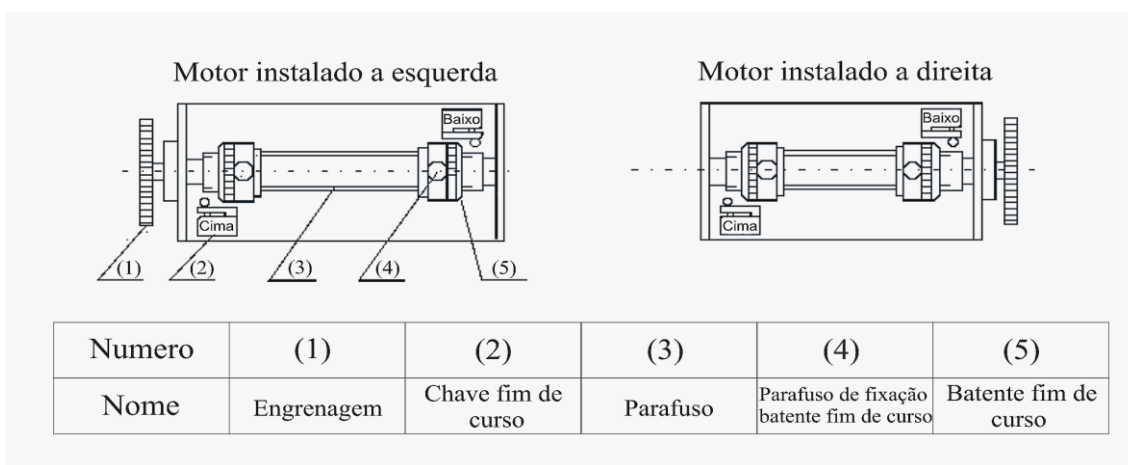

FIGURA 4
1. Normalmente é instalado no lado direito na parte inteira da cortina. Havendo necessidade de instalação no lado esquerdo, a trava de segurança deve ser invertida como é mostrado na figura 4 e a parte do freio do motor deve ser girada em 180°. Para fazer isso, deve-se soltar os 4 parafusos presentes no meio do motor, girar a parte traseira (freio e elétrica) em 180° e fixar novamente os parafusos, sempre tendo cuidado para que a corrente fique perfeitamente na posição vertical. Deve-se também inverter os fios branco e azul (sobe e desce) da botoeira;